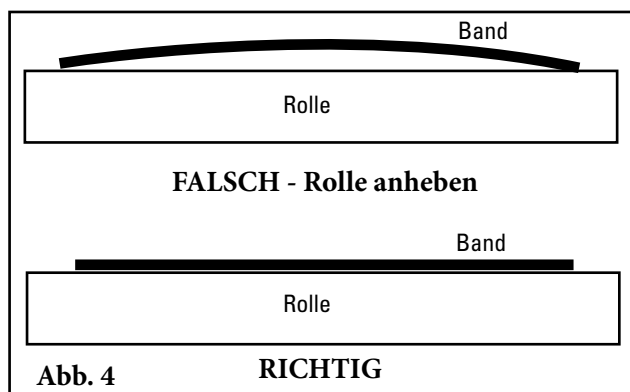

Abb. 4
- Heben Sie das Band ca. 75 mm (3") an der Stelle an, wo das Bandführungssystem montiert werden soll (Abb. 4).**
4. **Das Band absenken.** Sicherstellen, dass das Band ganz auf der Rolle aufliegt. Verstellen Sie den Verstellhalter um ein Loch nach oben, wenn kein Kontakt vorliegt (Abb. 4). Alle Schrauben anziehen.
4. **Stellen Sie die Sensorrollen so ein, dass sie auf jeder Seite 19mm (3/4") weit vom Band entfernt sind.** Einstellen durch Drehen der Schrauben "C" (Abb. 4).